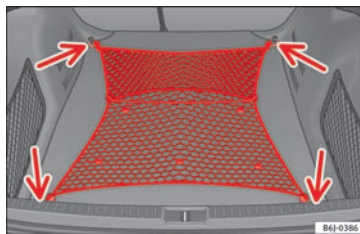

Fig. 158 Udspændt bagagenet
- Fastgør bagagenettet til de fire fastgørelsesøjer » Fig. 158 (pile).